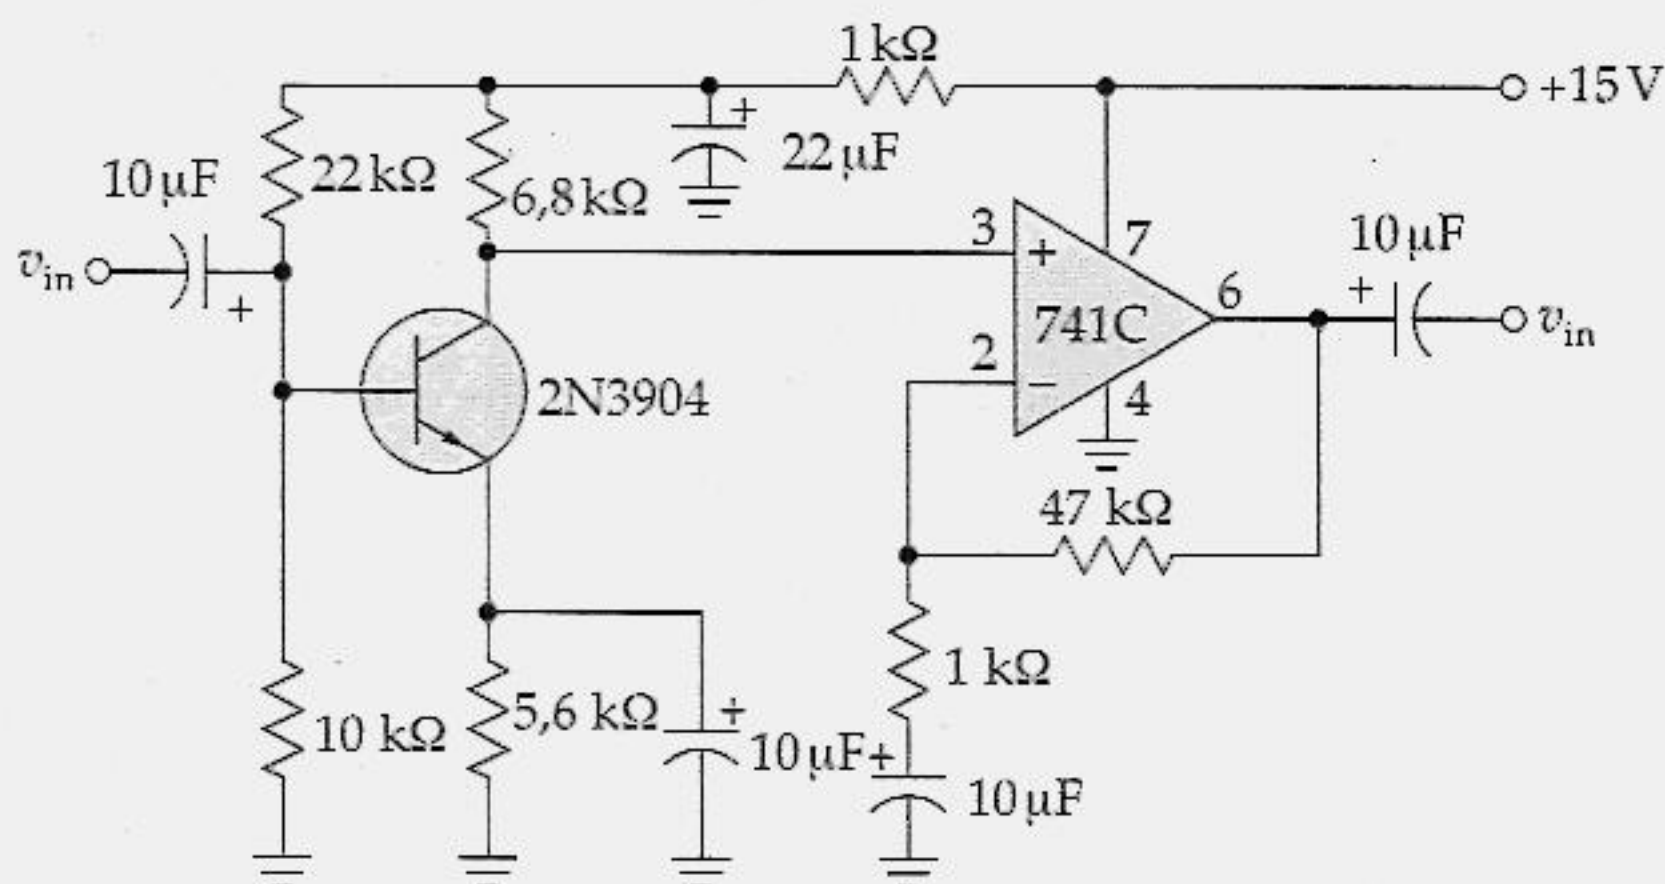

Figura 20.46
- 20.26 Se você medisse um ganho de tensão por volta de 46 dB no circuito da Figura 20.46, qual das seguintes alternativas seria uma possível causa?
- 20.31 Qual o ganho de tensão do circuito da Figura 20.46?
- 20.32 Considere $R_S = 0$, $R_L = 10 \text{ k}\Omega$ e $\beta = 150$. Calcule as frequências críticas de desvio, entrada e saída do circuito da Figura 20.46 (utilize uma f_{unity} de 1 MHz para o 741C).